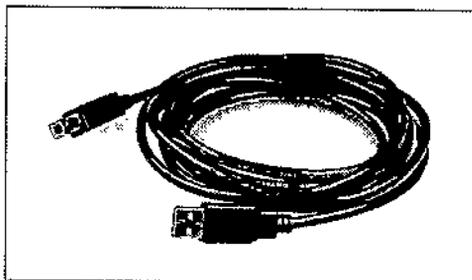

Figura 3 Cable USB
El cable USB (consulte la Figura 3) se utiliza para conectar la MAX Programming Interface a un ordenador personal (PC) estándar. Se conecta a un puerto USB 2.0 del ordenador y a la toma USB (con la etiqueta ) de la MAX Programming Interface.